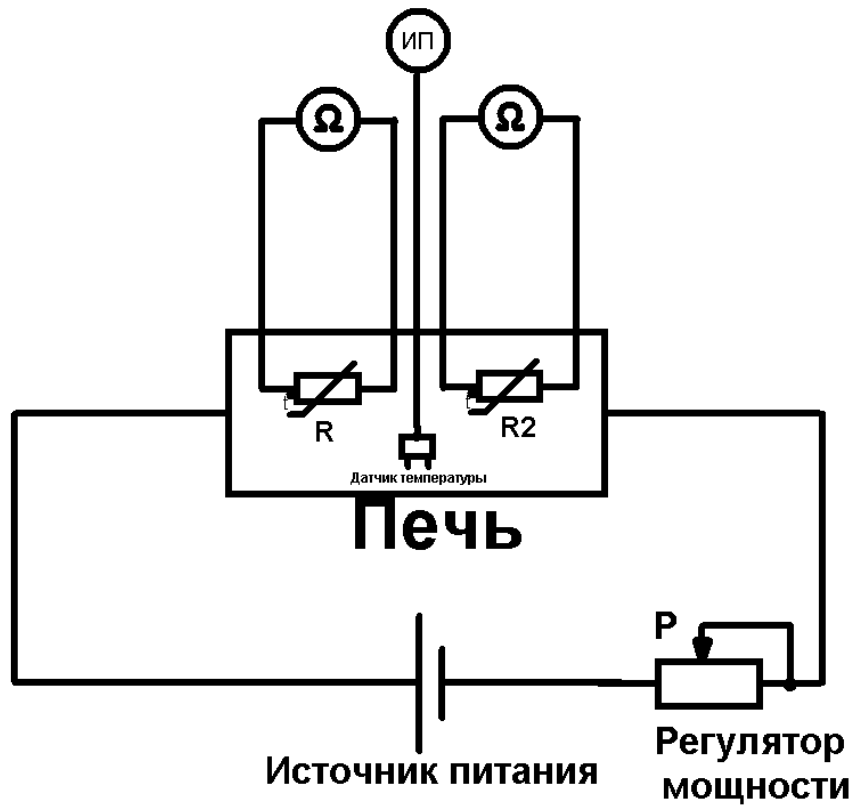

Рис. 1. Упрощенная принципиальная блок-схема установки ФЭЛ-6
Изучение характеристик терморезисторов производится на установке ФЭЛ-6, принципиальная блок-схема которой приведена на рис.1 (упрощенно). Конструктивно установка состоит из узкой и длинной электропечи (для равномерного нагрева) с регулируемой мощностью нагрева, в которую помещаются два (R и R2 на схеме, $R=R1$) исследуемых образца терморезисторов с положительным и отрицательным ТКС. Температура t в электропечи измеряется высокоточным цифровым термодатчиком, также введенным в полость электропечи. Сигнал с термодатчика подается через встроенное АЦП на измерительный прибор ИП и индицируется в **градусах Цельсия**. Точность измерения температуры термодатчика составляет ± 1 °С. Все измеренные и контролируемые параметры (мощность нагрева P , температура t а также сопротивления образцов R1 и R2 выводятся на LCD ЖКД дисплей). Для переключения омметра в режим измерения первого R1 либо второго R2 сопротивления служит кнопка «ОБРАЗЕЦ».
1. Перед началом работы ознакомится с принципиальной схемой учебной установки рис. 1, разобраться в назначении ручек и измерительного прибора. Проверить целостность сетевого провода